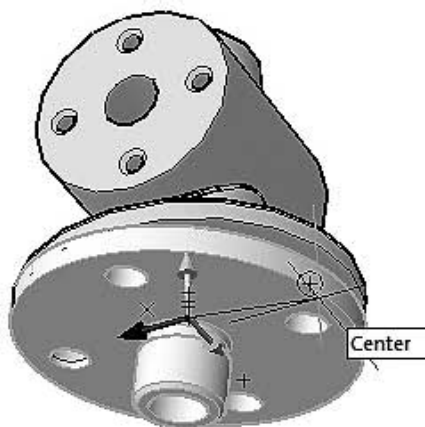

Рис. 12.10. Выбор второй точки на корпусе
7. Укажите вторую точку с привязкой Центр (Center) — центр окружности основания крепежного отверстия (рис. 12.10):